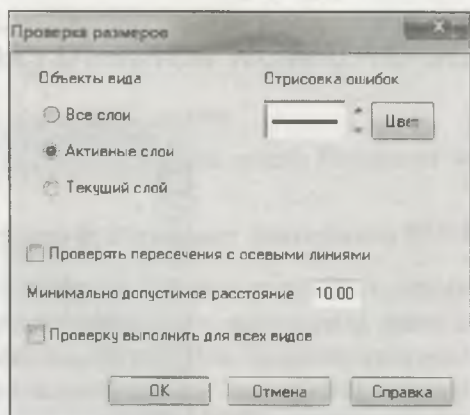
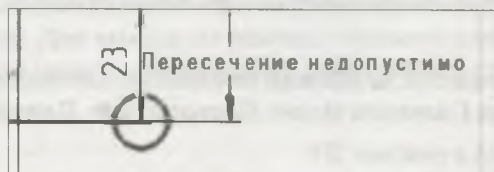

Рис. 30.6. Окно Проверка размеров
Рис. 30.7. Выделенная ошибка
- ◆ выделите команду  — **Проверка размеров**. Появляется диалоговое окно **Проверка размеров** (рис. 30.6). Элементы управления диалога позволяют задать условия проверки. Поставьте "галочки" в окнах **Проверять пересечения с осевыми линиями** и **Проверку выполнить для всех видов** и нажмите кнопку **ОК**. Если нет замечаний, то система выведет на экран сообщение, что проверка завершена и ошибок нет. Для отображения ошибок формируется специальный слой **Ошибки размерных цепей**. В этом слое место ошибки выделяются окружностью со стилем *Ошибки* и пояснительной надписью со стилем *Ошибки* (рис. 30.7). Самостоятельно проведите данную операцию для всех команд.